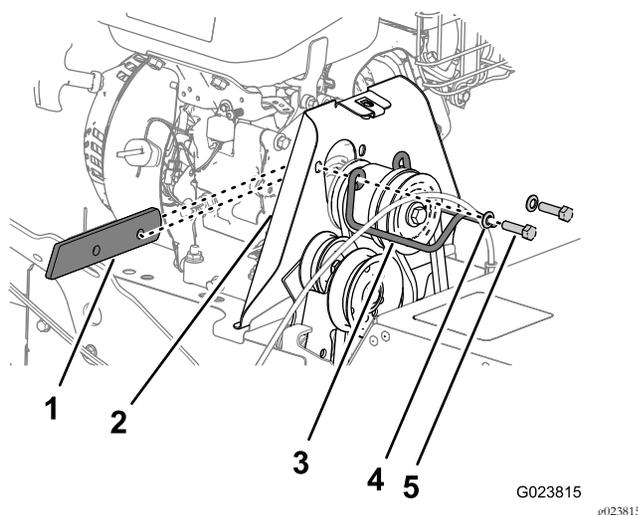

Figura 39
- Rimuovete i 2 bulloni e le 2 rondelle che fissano il guidacinghia alla macchina e rimuovete il guidacinghia e il distanziale (Figura 39).
4. Allineate il distanziale tra il motore e lo schermo della puleggia e allineate i fori del distanziale, del motore e dello schermo (Figura 39).
5. Fissate la guida della puleggia alla macchina con i bulloni e le rondelle (Figura 39) rimossi al punto 2 di Rimozione della cinghia di trasmissione della spazzola (pagina 26).